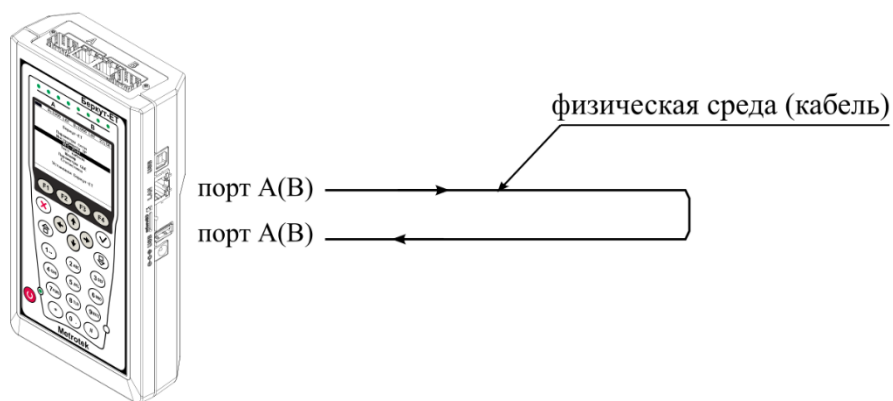

Рисунок 10.25. Тестирование на физическом уровне (вариант 1)
1. На физическом уровне данные отправляются частями с определённым межкадровым интервалом (IFG — Interframe Gap). В этом случае тестирование проводится с порта А (В) на порт В (А) (см. рис. 10.25) или используется функция «Шлейф» (см. рис. 10.26).